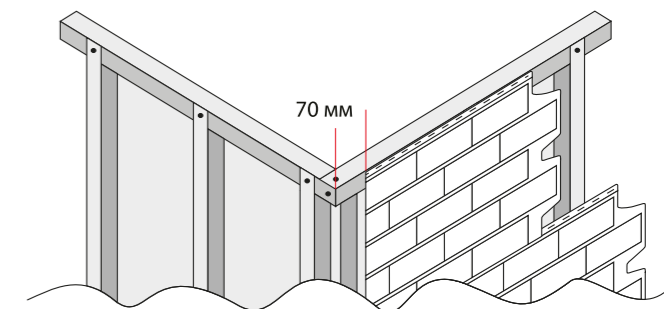

Рис. 12
**Внимание!** От начала и конца стен необходимо делать отступ 70 мм (рис. 12), это место останется для дальнейшего монтажа наружных углов из полипропилена.